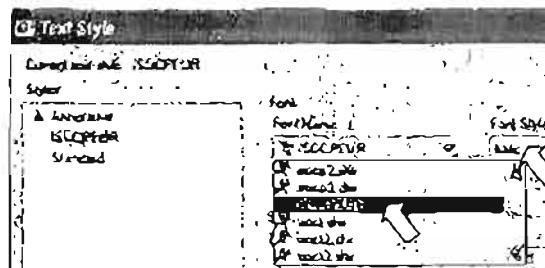

Рис. 2.21. Выбор шрифта ISOCPEUR из списка шрифтов Font Name
3. Выберите из раскрывающегося списка Font Name (Имя шрифта) диалогового окна Text Style (Текстовые стили) шрифт ISOCPEUR (рис. 2.21), как наиболее подходящий для надписей чертежа.
4. В поле Font Style (Стиль шрифта) выберите Italic – угол наклона символов текста (курсив) (см. рис. 2.21)